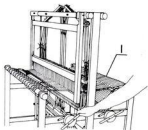

fig 50
Quand le tissu se trouve à 7 ou 8 cm du peigne, il faut l'avancer pour la première fois, c.à.d. qu'il faut avancer de la chaîne et faire enrouler le tissu autour de l'ensouple avant. Le cliquet de l'ensouple arrière se soulève et l'on tourne l'ensouple avant de 2 à 3 dents, cf. figure 50, jusqu'à ce que la chaîne ait la même tension qu'avant. Il est préférable d'avancer peu mais souvent, afin d'avoir un tissu uniforme. Attention, il ne faut pas avancer et déplacer le temple en même temps. Les baguettes d'en-croix se reculent à chaque fois vers la poutre tendeuse arrière (I), de manière à ce que les fils de chaîne aient la plus grande longueur possible pour former la foule. Il peut être pratique de placer un morceau de papier fort sur l'ensouple avant au départ, de manière à ce que la baguette de rouleau et les cordes ne marquent pas le tissu fini.